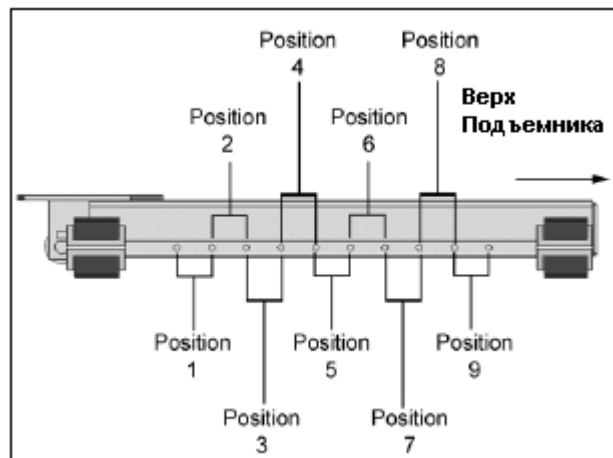

Рис. 3.4
3. Используя таблицу ( см. Рис. 3.1 ) и Рисунок 3.4, установить в нужных позициях Стопорные Блочки Безопасности.